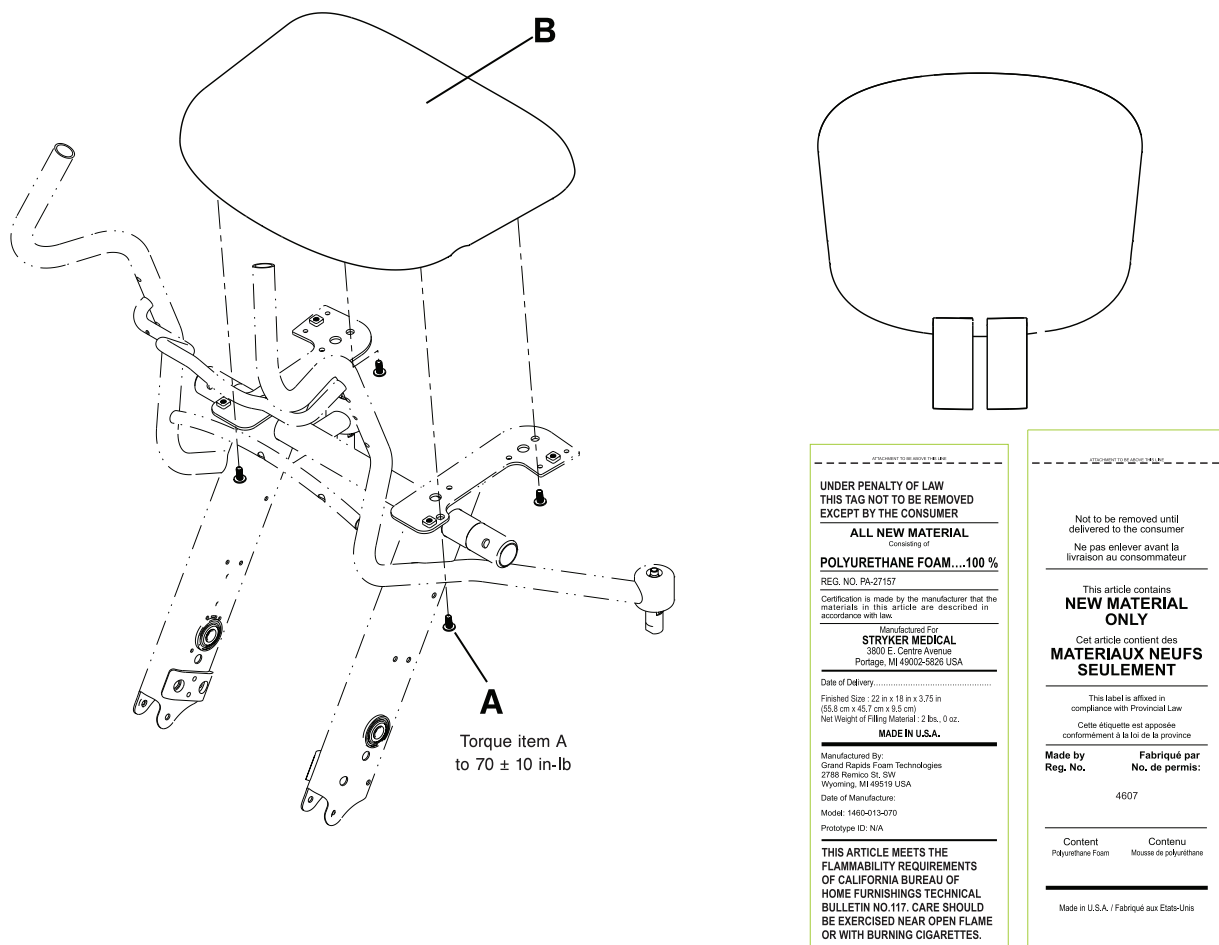

図15-23: シートの交換
1. 3/16" 六角レンチを使用して、車いすフレームにシート (B) を固定している丸押さえネジ (A) 4本を取り外します (15-41ページの図15-23)。シートとネジを廃棄します。
2. 3/16" 六角レンチを使用して、供給された丸押さえネジ (A) 4本を取り付けて、供給されたシート (B) を車いすフレームに固定します。3/8" 駆動トルクレンチを使用して、ネジを  $70 \pm 10$  in-lb (  $8 \pm 1.1$  Nm ) のトルクで締めます。